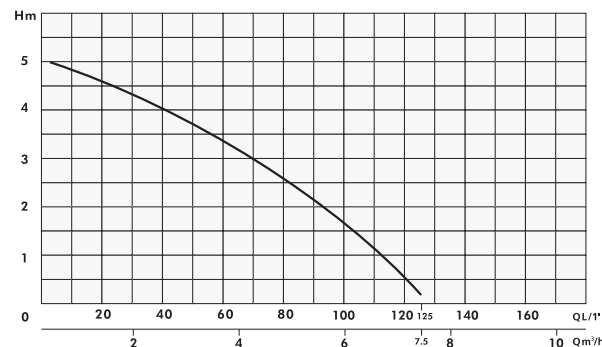

Abb.1
2. Schieben Sie den Tragegriff der Pumpe in die Nuten nach Abb. 1 so ein, dass der Griff hörbar einrastet (Klick!), sonst kann die aufgehängte Pumpe in die gepumpte Flüssigkeit fallen.